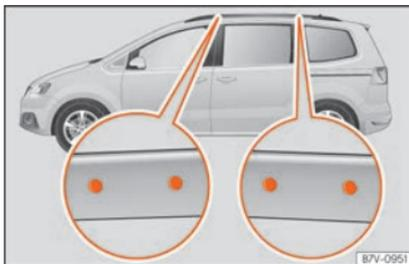

Fig. 178 Pontos de fixação dos suportes básicos e do porta-bagagens do tejadilho.
»» Fig. 178.
- O suporte básico deve fixar-se exclusivamente nos pontos indicados na ilustração »» Fig. 178.